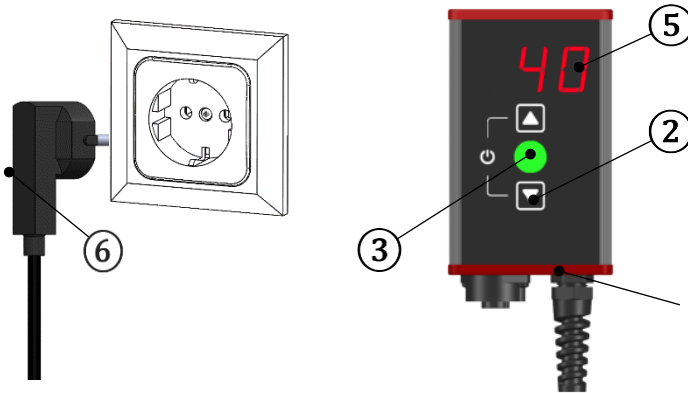

Abbildung 2.5
7.5 Inbetriebnahme (Abbildung 2.5)